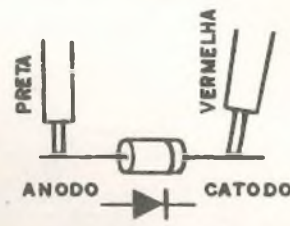

figura 4
b) Ligando a ponta de prova vermelha ao catodo e a ponta de prova preta ao anodo, com o multímetro na escala de ohms x10 ou x100 deve-se ler uma resistência **alta**. (figura 4)